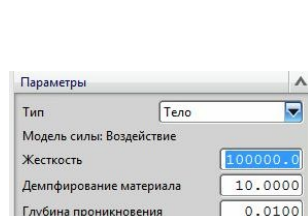
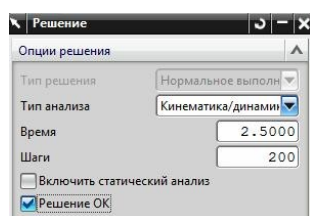

Рис.51
рис.52
•Обратите внимание на то, что между зеленым и коричневым телами нужно обеспечить небольшие зазоры. Величина векторной силы – **3 ньютона**. При этом рекомендуемые параметры упора между зеленым и коричневым телами показаны на рис.51, а удобные параметры *Решения* – на рис.52.